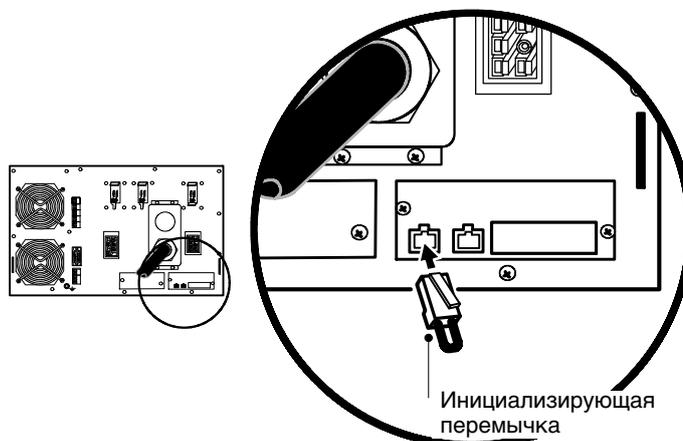
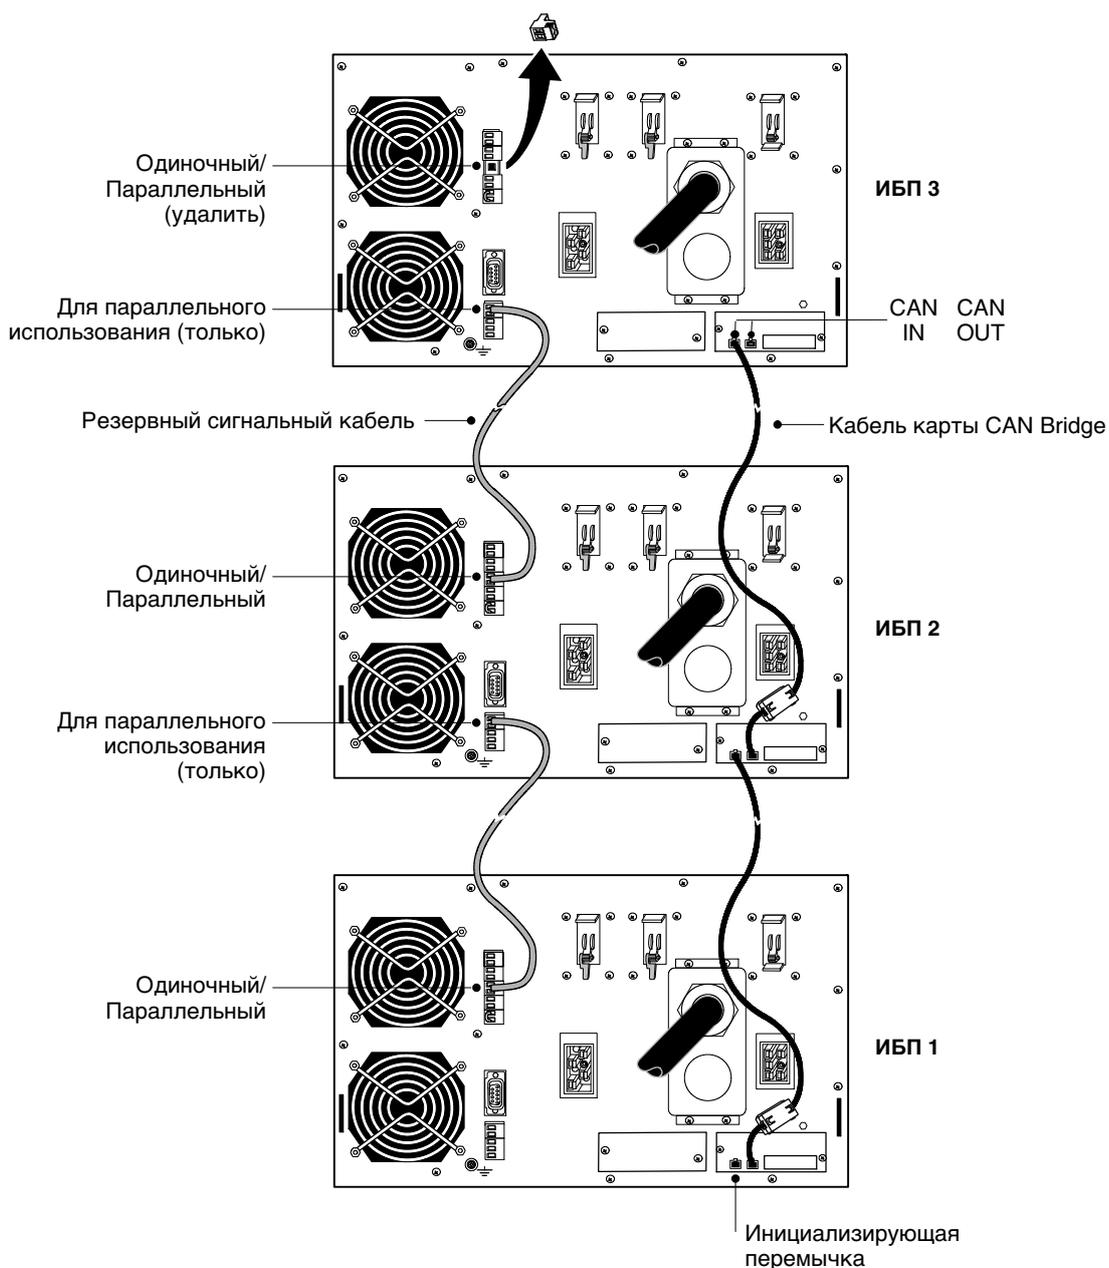

Рисунок 35. Установка инициализирующей переключки
Рисунок 36. Типичные карты CAN Bridge и резервная сигнальная проводка
9. Установите прилагаемую инициализирующую переключку (см. Рисунок 35) в порт CAN IN на первом ИБП (ИБП 1 в Рисунок 36).